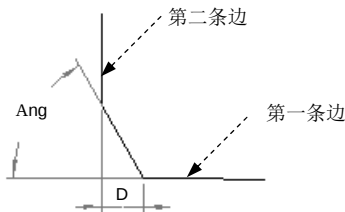

图 4.3.25 第四种创建方式
④ 在**类型**下拉列表中选择**角度 x D**选项, 在**角**文本框中输入倒角尺寸值 60, 在**D**文本框中输入倒角尺寸值 8, 在**修剪样式**: 下拉列表中选择**完全修剪**选项, 单击**确定**按钮。倒角结果如图 4.3.25 所示。